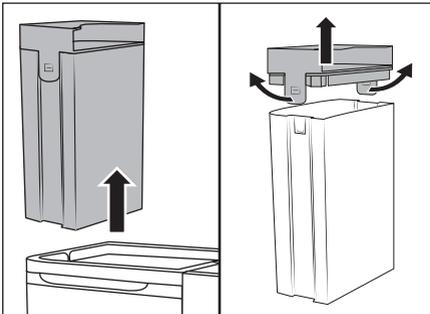

Abb. 5
(1) Füllen Sie nur kaltes bis warmes Leitungswasser oder destilliertes Wasser in den Frischwasserbehälter ② . Verwenden Sie kein kochendes Wasser. (2) Betreiben Sie das Gerät niemals ohne Wasser im Frischwasserbehälter ② .
- (3) Verwenden Sie nur handelsübliche, nicht schäumende Polsterreinigungsmittel oder **LIDL W5 Essigreiner**. Andere Reinigungsmittel können das Gerät beschädigen. Wir empfehlen drei Esslöffel **LIDL W5 Essigreiner** auf eine komplette Füllung (1,7 Liter) des Frischwasserbehälters ②  zu geben. Gegebenenfalls erhöhen Sie den Anteil Essigreiner schrittweise bis zum gewünschten Ergebnis.
- ◆ Fassen Sie den Frischwasserbehälter ②  am Griff des Deckels ① und ziehen Sie ihn nach oben aus dem Gerät (siehe Abb. 5).
- ◆ Ziehen Sie die beiden Haltegriffe leicht nach außen und nehmen Sie den Deckel ① ab (siehe Abb. 5).
- ◆ Füllen Sie das Gerät mit Leitungswasser oder mit destilliertem Wasser und geben Sie bei Bedarf Polsterreinigungsmittel oder W5 Essigreiner hinzu. Beachten Sie dabei die Anwendungshinweise des Herstellers. Achten Sie darauf, dass der Frischwasserbehälter ②  höchstens bis zur MAX-Markierung gefüllt wird.
- ◆ Setzen Sie den Deckel ① auf den Frischwasserbehälter ②  und drücken ihn nach unten, bis die beiden Haltegriffe einrasten.
- ◆ Fassen Sie den Frischwasserbehälter ②  am Griff des Deckels ① und setzen Sie ihn in das Gerät ein.